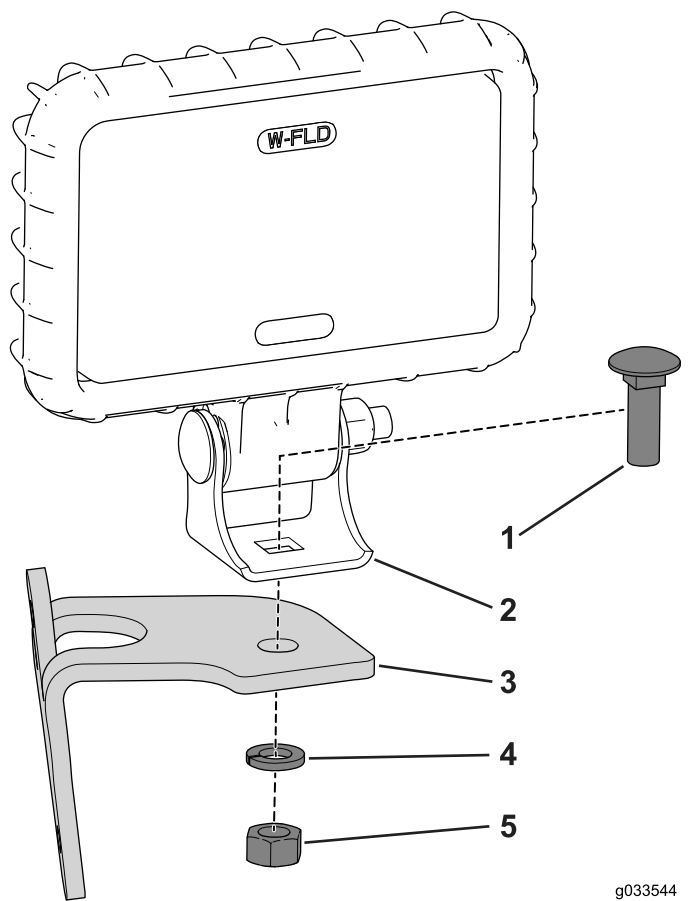

图 11
2. 从灯具总成上卸下托架螺栓、垫圈和螺母然后用它们将灯固定到支架上 图 11。